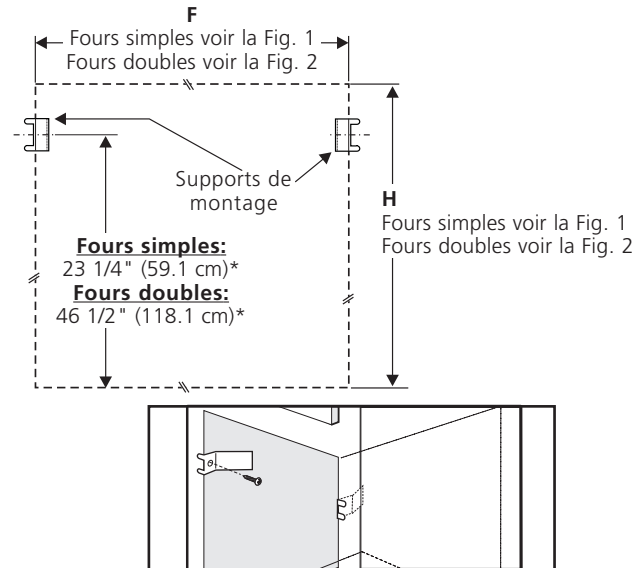

Figure 8
2. Installez les supports de fixation tel qu'indiqué à la figure 8. **Note:** Pour éviter d'endommager l'armoire, il est recommandé de percer des trous de 1/16" (0.16 cm) de diamètre avant de fixer les supports.